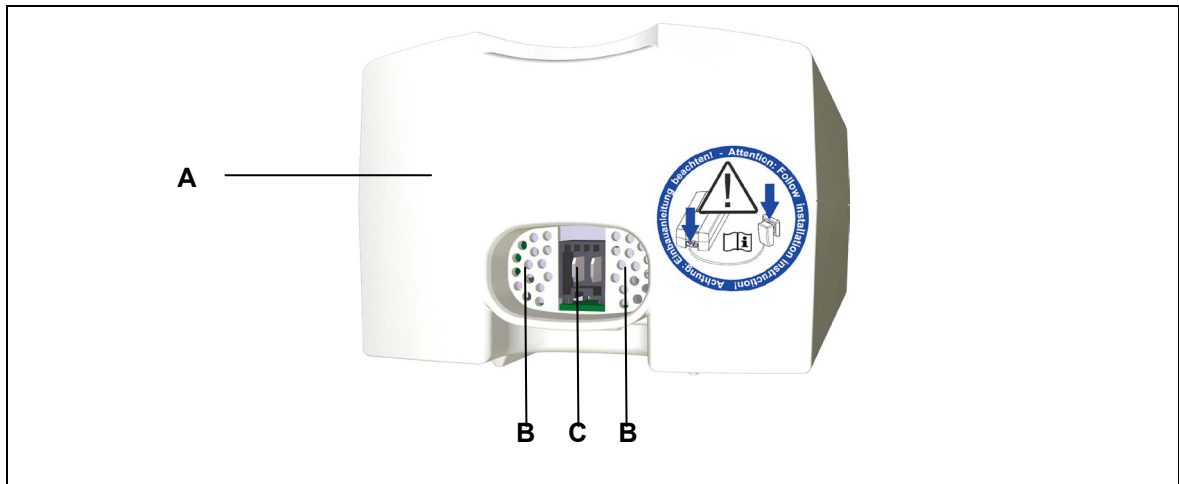

Abbildung 15 Anschluss und Belüftungsbohrungen des ACCU
• Beim Laden dürfen die Belüftungsbohrungen des ACCU nicht abgedeckt werden (siehe B in Abbildung 15).